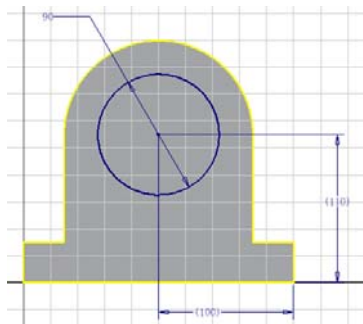

图 7-28 建立拉伸草图
①选择零件的一个侧面，单击右键，在打开菜单中选择【新建草图】选项，则在该面上新建草图，同时进入草图环境。单击【草图】标签栏【绘图】面板的【圆】工具按钮，绘制一个圆形，然后选择【尺寸】工具标注其直径和圆心位置，并修改其尺寸。最终草图图形如图 7-28 所示。